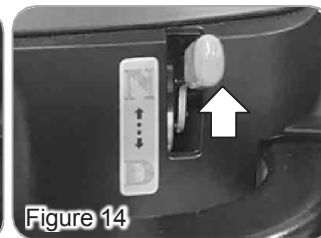

Figure 14
- Lorsque le levier est en position neutre (N), le scooter peut être déplacé manuellement sans alimentation (figure 14).